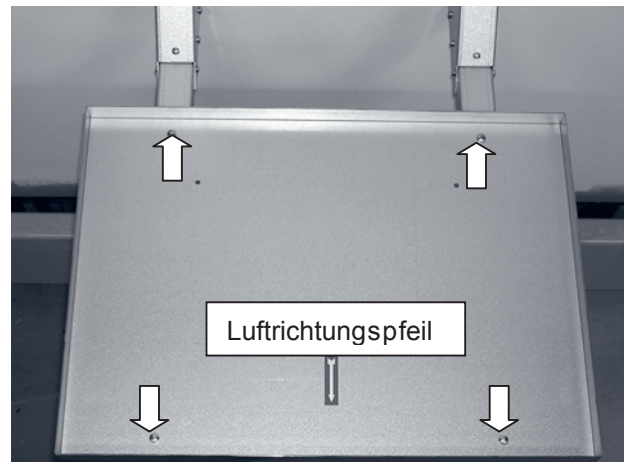

Bild 2
2. Montieren Sie die Konsolplatte so, dass der Luftrichtungspfeil (Bild 2) in gleiche Richtung zeigt, wie der Entfeuchter die Luft blasen soll, (Achtung! Nicht gegen die Wand !). Schrauben Sie die Platte mit den vier Schrauben ST4, 8x13 (siehe Pfeile auf Bild 2) fest.